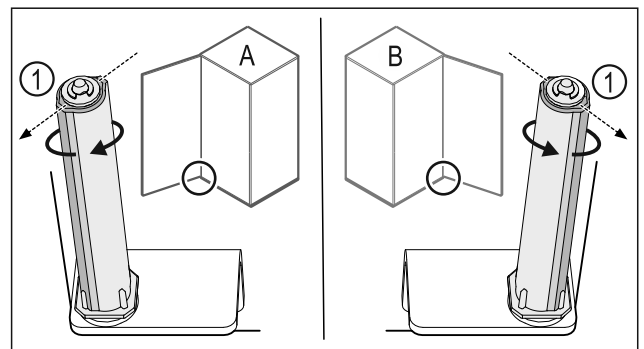

Fig. 45 Venstre stopp (A) / høyre stopp (B)
- Drei låsesystemet mot motstanden, helt til låsesystemets stang Fig. 45 (1) peker utover.